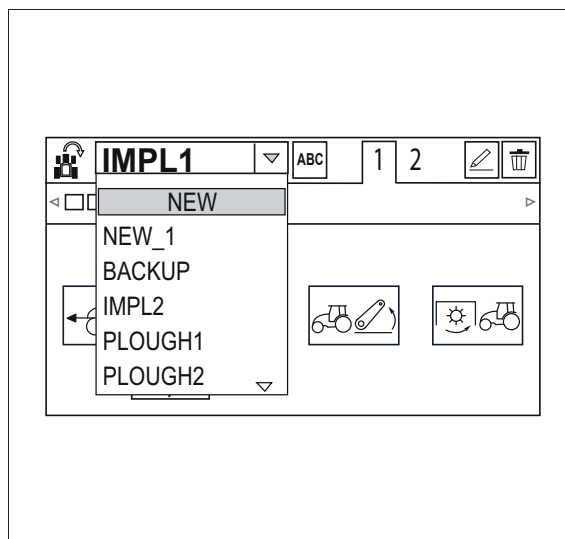

Fig. 5.
4. Utilice las teclas de flecha hacia la izquierda y hacia la derecha para seleccionar la ubicación de memoria *fig. 5*.